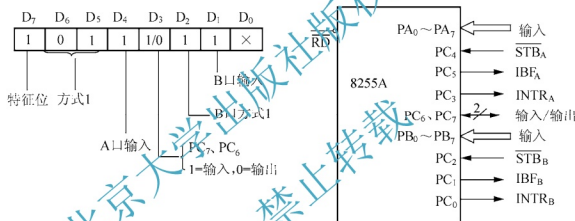

图 7.4 方式 1 下 A 口、B 口均为输入
(1) 方式 1A 口、B 口均为输入方式,其控制字格式和连接图如图 7.4 所示。